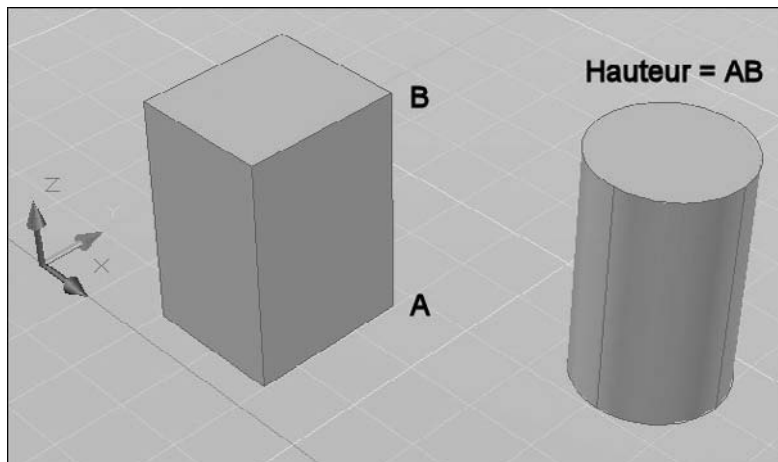

Fig.17.19
- [5] Spécifiez le premier point : A, puis le second point : B (fig.17.19).